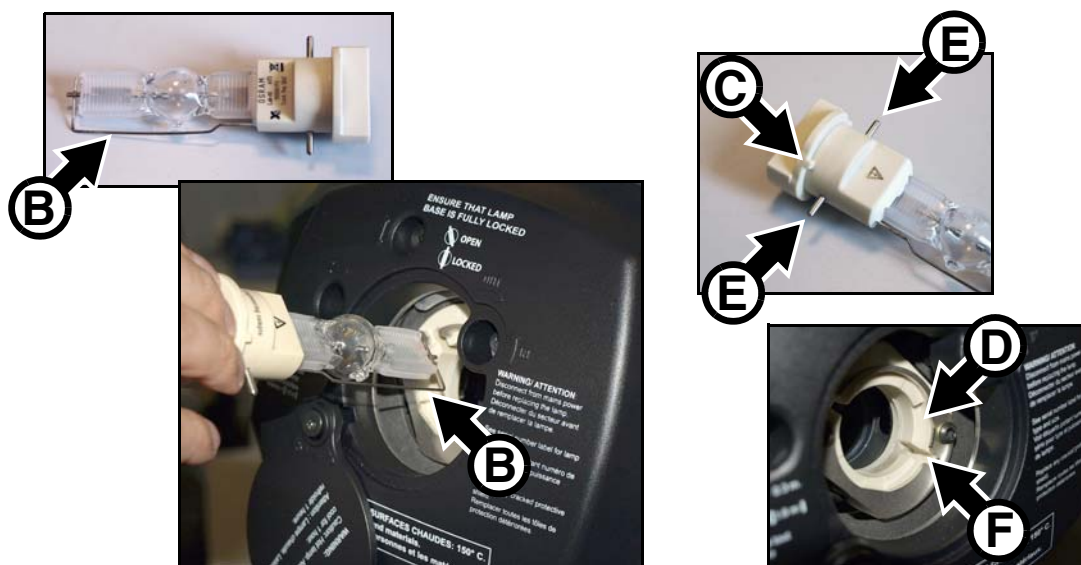

Figure 10: Démontage et remontage de la lampe
5. Voir Figure 10. Maintenez la lampe de rechange de façon à ce que le fil **B** soit tourné vers le bas de la tête et alignez le détrompeur **C** de la lampe avec la gorge **D** et les contacts **E** de la lampe avec les gorges **F**. Glissez la lampe dans le projecteur jusqu'à ce que les contacts soient insérés complètement puis tournez la lampe à 45° dans le sens horaire jusqu'à un 'clic' distinct. La lampe est ajustée au